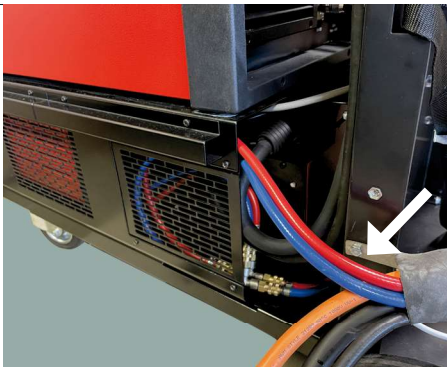

Fig. 29
Fissare la guaina prolunga del carrello trainafilo G a lato destro del nuovo pannello porta bombola con la vite testa esagonale M6x12 e riporre i tubi dell'acqua rosso e blu con raccordo a T come in fig.29.
*Fix the extension sheath of the wire feeder unit G to the right side of the new cylinder holder panel with the M6x12 hexagonal head screw and place the red and blue water pipes with the T-fitting as in fig.29.
Fije la funda de extensión del carro arrastrahilo G al lado derecho del nuevo panel portabombonas con el tornillo de cabeza hexagonal M6x12 y coloque los tubos de agua rojo y azul con el conector en T como en la fig.29.